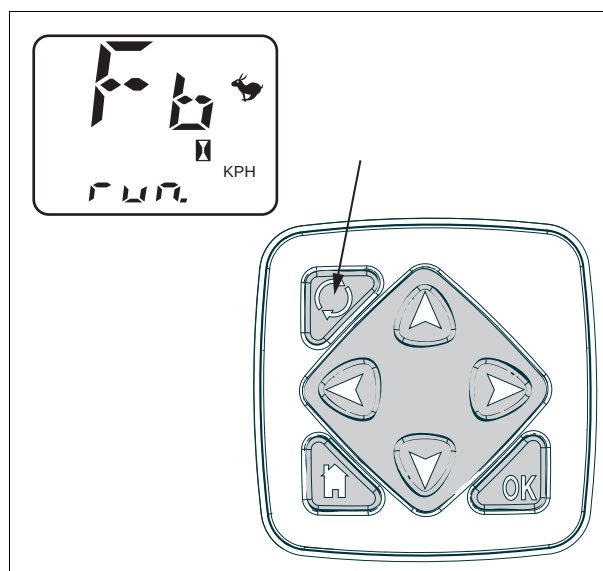

Рис. 11.
6. На экране должна отобразиться надпись "run" *рис. 11*.